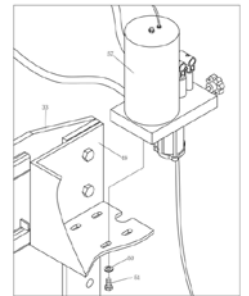
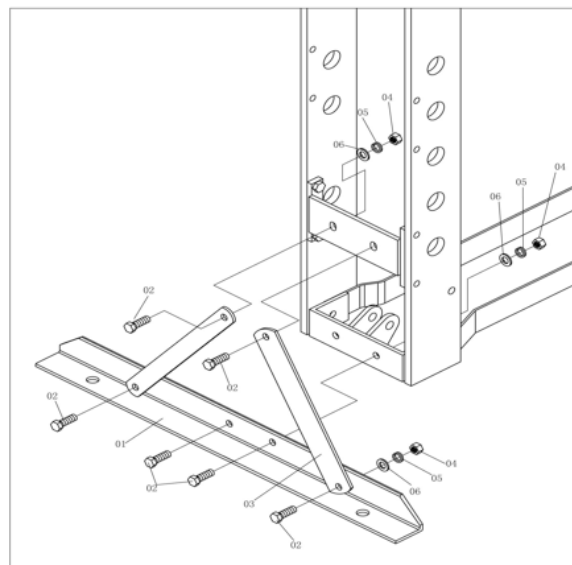

Figure 3
Figure 2
- **Attaché la section du pied (3) et le support (2) à gauche et à droite de la plaque de couplage (7) utilisant boulons (01), rondelle (04), rondelle frein (05) et écrou (06).** (figure 2)
- Assembler la rondelle de nylon (42) au raccord du manomètre (43), ensuite placer le manomètre de pression (41) et torsader fermement. Remarque : Torsader fermement afin d'éliminer les fuites. Fixer le raccord à la traverse et torsader le boulon (44).
- Assemblage de la pompe : Attacher la pompe (57) à la tôle de réglage (49) en utilisant 3 boulons (51) et des rondelles freins (50). Fixer fermement (figure 3, 4)
- **Boyaux à l'huile 1 :** Démontez le bouchon du boyau 1 (58) fixez la rondelle en O (45), démontez le bouchon du vérin (37) et connectez le boyau à l'huile 1 (58) au vérin (37) et serrez fermement.
- **Boyaux à l'huile 2 :** Attachez la rondelle en O (45) au raccord du manomètre (43) ensuite placez le boyau à l'huile 2 (59) dans le raccord du manomètre (43) et serrez fermement, connectez le tuyau PU (A-A). Attachez le manche (53) à la goupille de la pompe en utilisant le boulon (56) et serrez fermement, ensuite procédez de même pour le manche 2 (54).
- Remarque : Avant l'assemblage ouvrez la soupape de respiration (61) en premier. Celle-ci se trouve sur le cylindre.